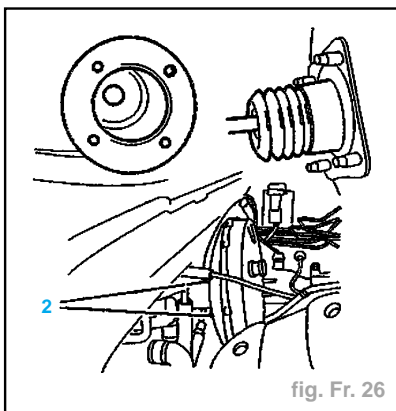

fig. Fr. 26
- Déposer (fig. Fr. 26) :
- les quatre écrous (2) de fixation de l'amplificateur,
- Couple de serrage écrou (2) (fig. Fr. 26) (daN.m)..... **2**